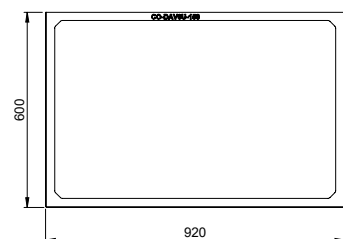

FIG 2
Sicherheitsabstand zu brennbarem Material (FIG 2)
Distances de sécurité (FIG 2)
FIG 2 a**Davos A High_N-29A**
*→ FIG 2 C